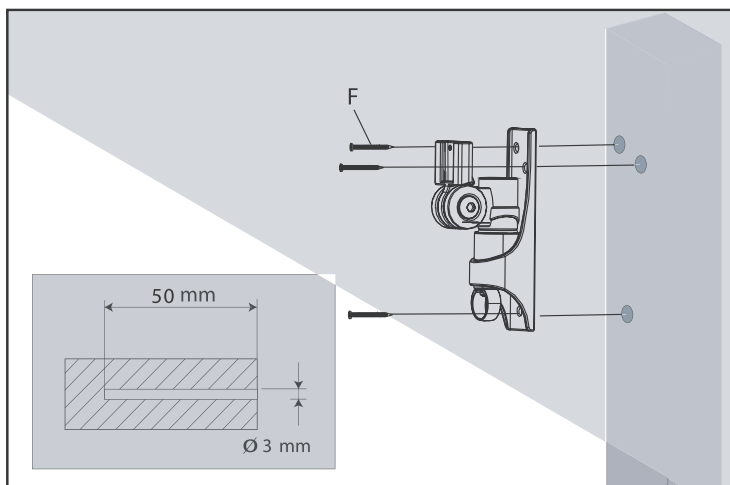

Fig 1
Trouvez le montant à l'aide d'un détecteur de montants électronique, puis faites une marque à cet endroit. Mettez en place la fixation murale pour vous en servir comme gabarit. Indiquez l'emplacement des trous de montage. À l'aide d'un foret de maçonnerie de 3 mm, percez trois trous de montage de 50 mm de profondeur. Installez solidement la plaque murale avec les boulons longs (F) inclus, de la façon illustrée à la Fig. 1.